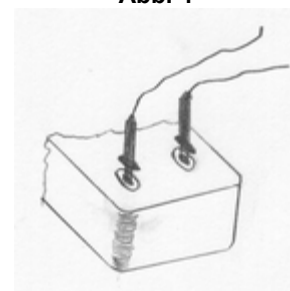

Abb. 5
- 3 Die Stecker des Messgerätes in die Messgerätbuchsen am Fotometer einstecken (Abb. 5).